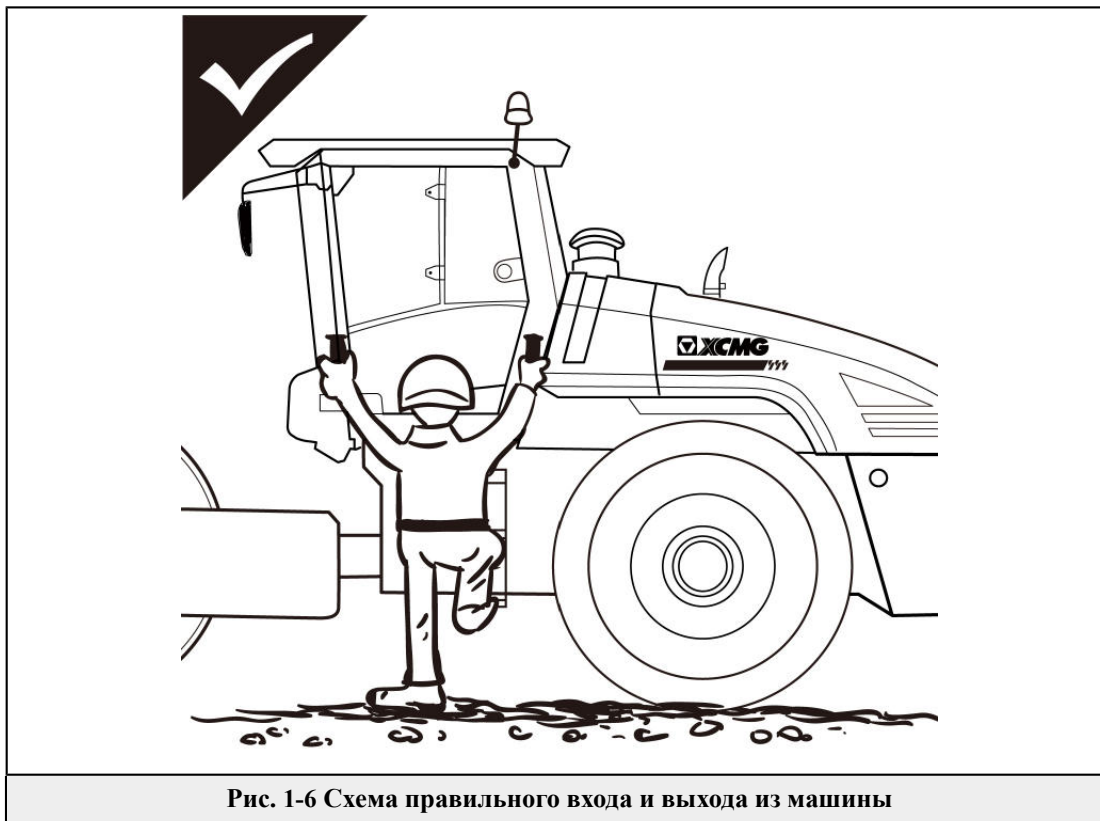

Рис. 1-6 Схема правильного входа и выхода из машины
5. Входить в каток и выходить из него только после остановки машины, удерживать поручни, чтобы правильно входить в каток и выходить из него (Рис. 1-6). Запрещена перевозка пассажиров на катке.